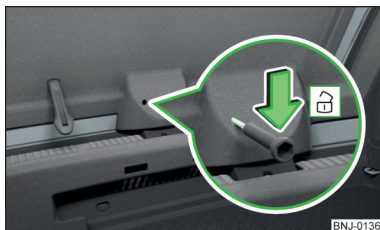

Fig. 275
- Introducir un destornillador o una herramienta similar hasta el tope en la apertura del revestimiento de trampa » **fig. 275**.